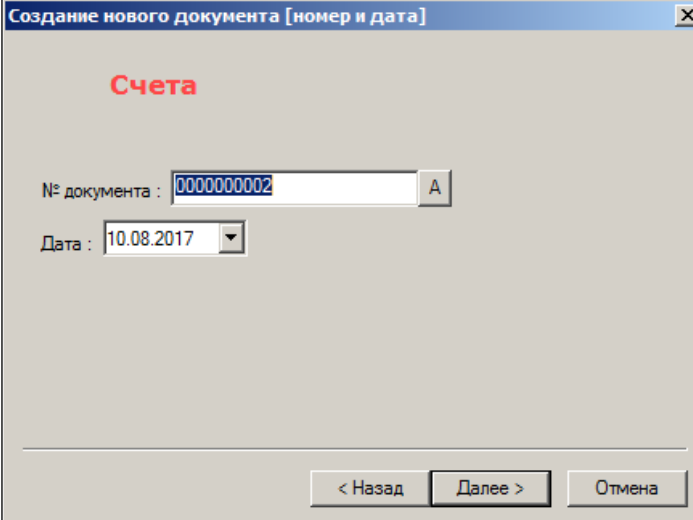

Рисунок 39 – Создание счета (2)
8. Номер документа и дата проставляются автоматически (Рисунок 39). В поле **Дата** устанавливается текущая дата. Данные поля могут редактироваться.